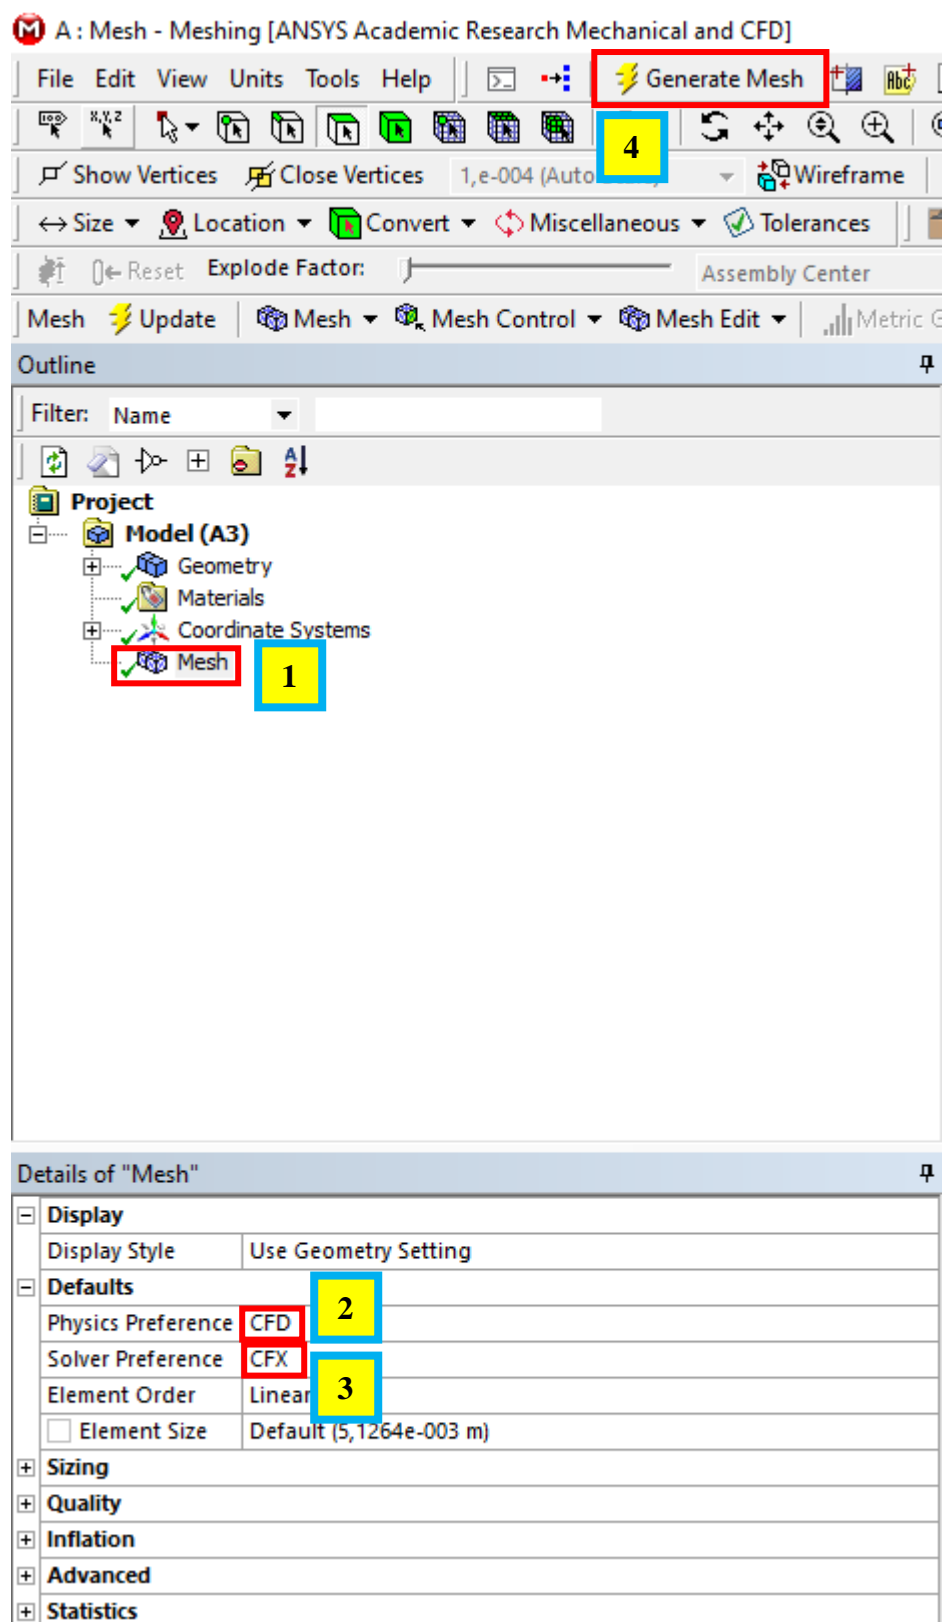

Rys. 3. Widok siatki numerycznej dla zagadnienia jednowymiarowego nieustalonego przewodzenia ciepła w rurze cylindrycznej
- 5) W module wykonywania siatki numerycznej *Mesh* wykonaj siatkę numeryczną, tak aby wyglądała podobnie do tej przedstawionej na rys. 3.
Jak widać domyślna siatka nie jest podobna do siatki z rys. 3. W celu jej naprawy należy najpierw edytować geometrię. Przetniemy rurę na pół w celu utworzenia krawędzi, na których następnie możliwe będzie nadanie liczby elementów siatki numerycznej. Zamknij moduł *Ansyes Meshing* i otwórz program *Spaceclaim*.